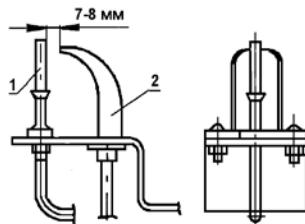

Рис.3 Устройство запальное
4.6. Устройство запальное Рис.3 предназначено для крепления запальника, термопары и розжига основной горелки. Пламя запальника должно омывать конец термопары.